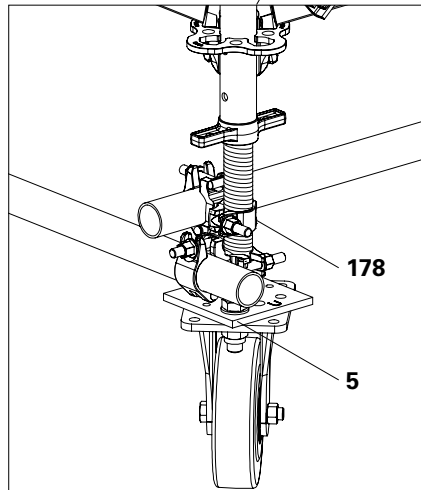
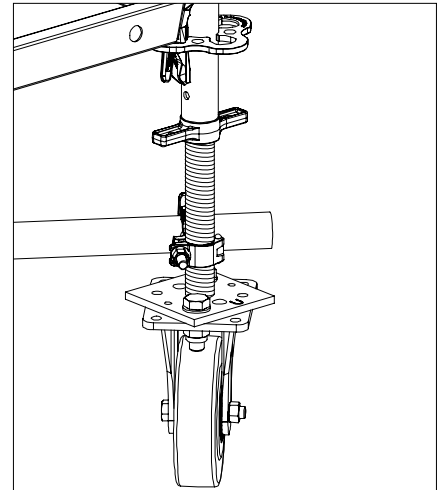

Abb. A1.07a
Abb. A1.08a
1. Lastrollen UEW (5) parallel in gewünschte Fahrtrichtung ausrichten.
2. Gerüstrohr mit Drehkuppl. EN74 RS Ø38/48mm vz (178) direkt oberhalb der Anschraubplatte an der Fußspindel festschrauben. (Abb. A1.07a + Abb. A1.08a)